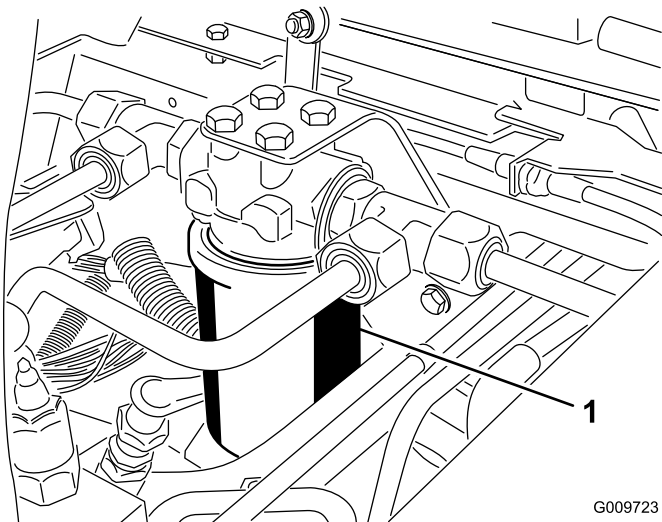
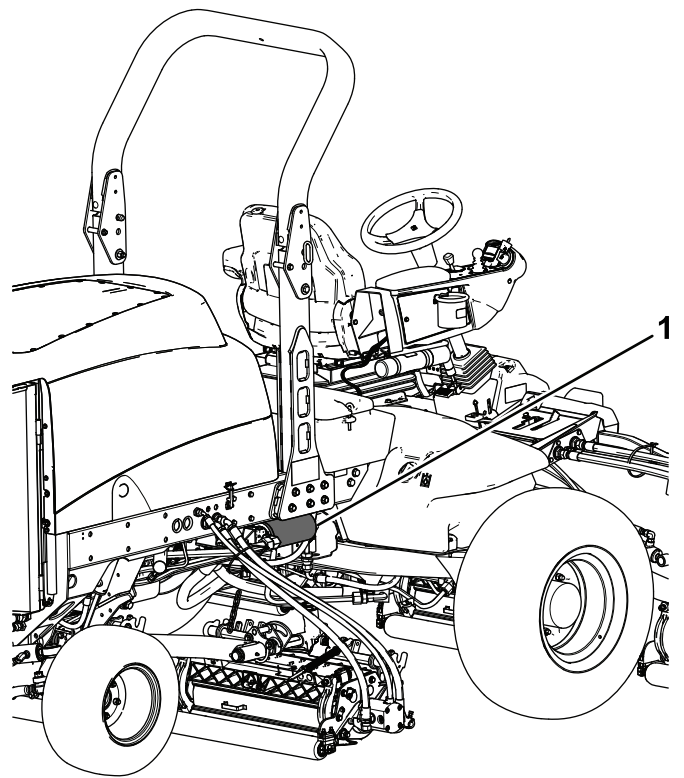

Figura 118
Figura 119
3. Collocate una bacinella di spurgo sotto il filtro (Figura 118 e Figura 119).